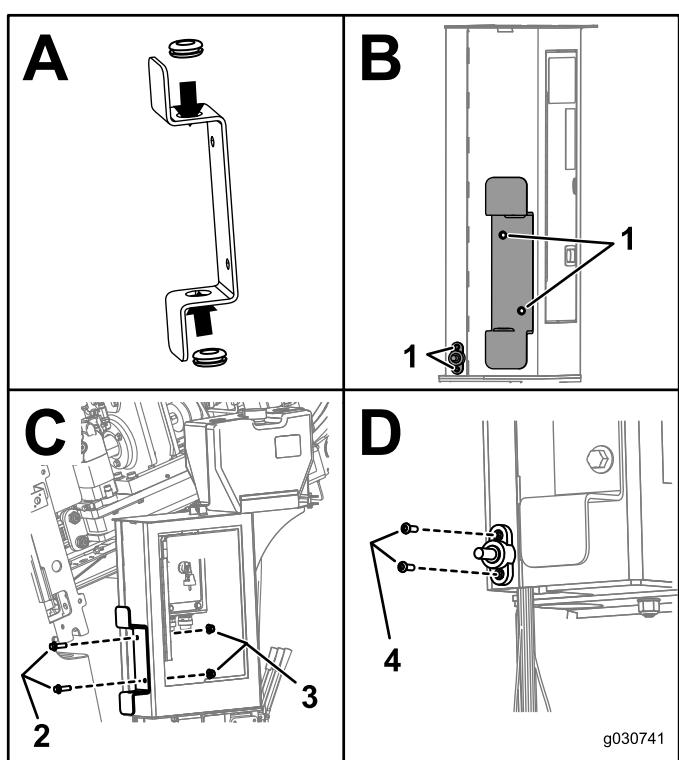

Рисунок 2
- Используя кронштейн и соединительный блок в качестве шаблона, отметьте места расположения и просверлите 4 отверстия, как показано на виде В на Рисунок 2.
- Закрепите кронштейны при помощи двух болтов (M12) и двух контргаек (M12), как показано на виде С на Рисунок 2.
- Закрепите соединительный блок с помощью двух болтов (M5) и 2 гаек (M5), как показано на виде D на Рисунок 2.